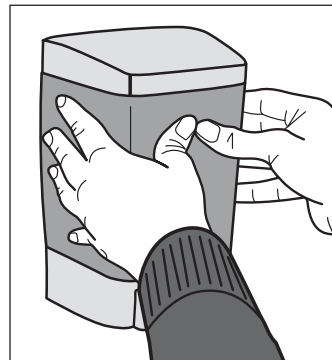

Figure 3
2. Décollez la pellicule située à l'arrière du ruban (fourni). Appuyez le distributeur fermement contre le mur et tenez-le pendant au moins 30 secondes afin de vous assurer que le ruban adhésif colle parfaitement à la surface du mur. (Voir Figure 3)